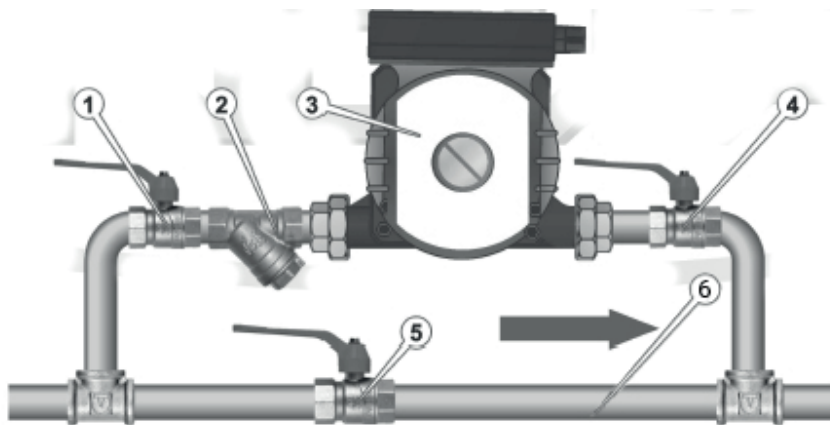

Рисунок 2. Схема встановлення насоса у систему.
5.1.4 Перевірити готовність системи водопостачання для монтажу виробу (3, рис. 2) — трубопроводи мають мати запірні крани (1, 4, 5, рис. 2), байпас (обхідний трубопровід) (6, рис. 2) і фільтр грубого очищення (2, рис. 2) на системі водопостачання.
Для монтажу виробу має бути розроблений проєкт з урахуванням особливостей конкретного місця використання, згідно з рис. 2. Проєктом мають бути передбачені заходи компенсації вібрації обладнання та гідравлічного опору залежно від конфігурації вхідної та вихідної магістралей.
2. Змонтувати обхідну гілку водопроводу — байпас (6, рис. 2), що дає змогу в разі виходу з ладу виробу пустити воду в обхід (рис. 2). Байпас має бути оснащений окремим запірним краном (5, рис. 2), який перебуває в закритому стані під час роботи насоса.
У разі аварійної зупинки виробу її вхідний (1, рис. 2) та вихідний (4, рис. 2) запірні крани закриваються, а запірний кран (5, рис. 2) байпаса відкривається, забезпечуючи функціонування системи водопостачання, оминаючи насос.
4. Після зупинки виробу, відкрити вихідний кран (4, рис. 2), акуратно викрутити пробку (1, рис 4) і випускати з насоса повітря, поки не з'явиться теплоносій. Закрутити пробку (1, рис 4) на місце і затягнути її.
5. Відкрити запірні крани (1, 4 рис. 2) на вхідному та вихідному трубопроводах виробу.
2. Відкрити запірні крани (1, 4, рис. 2) на вхідному (1, рис. 2) та вихідному (4, рис. 2) трубопроводах.
2. Перекриттям входних (1, рис. 2) і вихідних (4, рис. 2) кранів виробу та відкриттям крана байпаса (5, рис. 2).